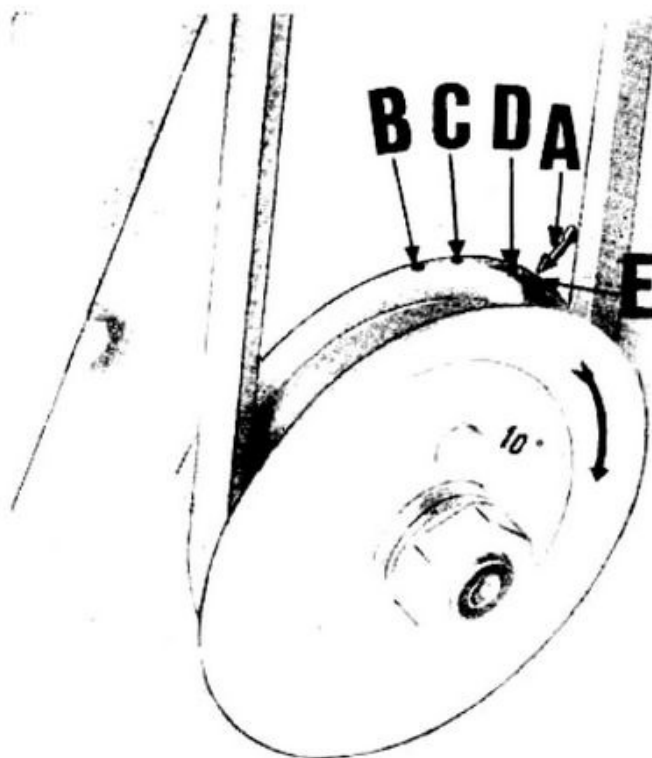
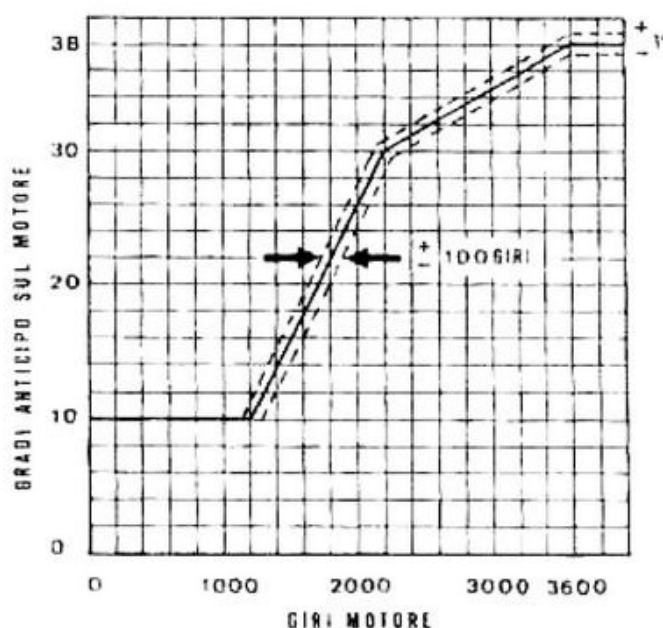

Fig. 142
Fig. 143
- assicurarsi che il cilindro n. 2 (sinistro stando in sella) sia a punto morto superiore (P.M.S.) e precisamente a fine fase di compressione con valvole chiuse; la freccia (A) di fig. 142 stampata sul coperchio della distribuzione deve trovarsi in corrispondenza della cavetta (B) sulla puleggia comando cinghia dinamo;
- ruotare la puleggia montata sull'albero motore (comando cinghia dinamo) quel tanto da portare il segno (C di fig. 142) in corrispondenza della freccia (A di fig. 142) stampigliata sul coperchio distribuzione (il segno C si trova in anticipo rispetto al P.M.S. di 10°).
I riferimenti sulla puleggia si possono così definire (vedere fig. 142 e diagramma fig. 143):